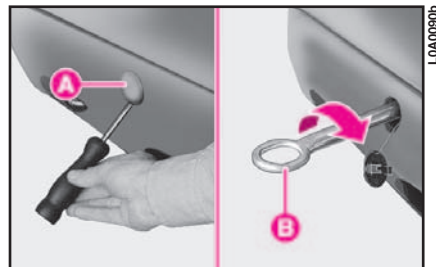
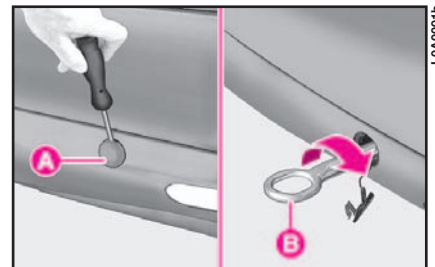

fig. 82
fig. 83
– Rimuovere il coperchietto A inserito a pressione sul paraurti anteriore (fig. 82) o posteriore (fig. 83), facendo leva con un cacciavite nel punto indicato in figura.